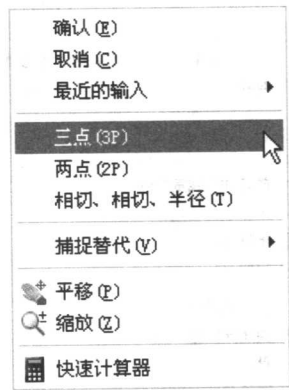

图 1-8 命令执行中所调出的快捷菜单
③ 在命令执行过程中。在执行命令过程中，右键有时相当于回车确认，有时却可以调出该命令对应的快捷菜单，如图 1-8 所示。